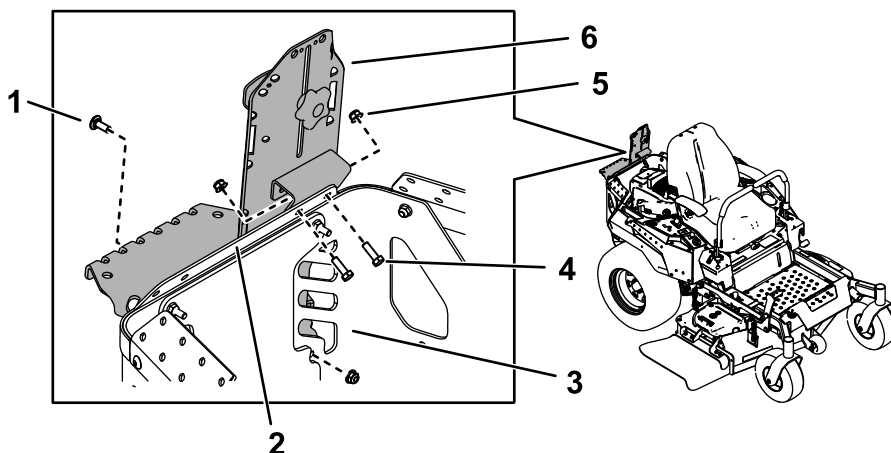
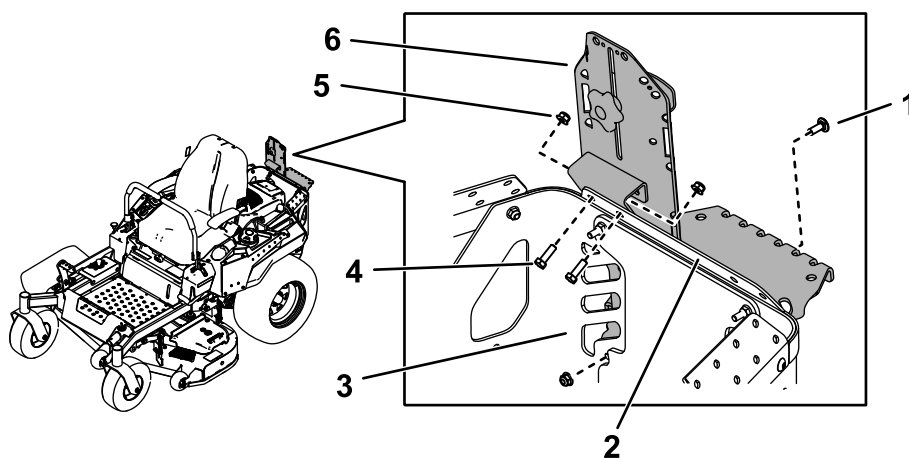

Figura 15
Figura 16
1. Prenda o conjunto do motor na proteção superior traseira do motor utilizando dois parafusos (5/16 x 1 pol.) e duas porcas (5/16 pol.) como se mostra na Figura 15 ou Figura 16.
3. Prenda a parte inferior do suporte principal à proteção traseira do motor utilizando um parafuso de carroçaria (5/16 x 7/8 pol.) e uma porca (5/16 pol.), como se mostra na Figura 15 ou Figura 16.